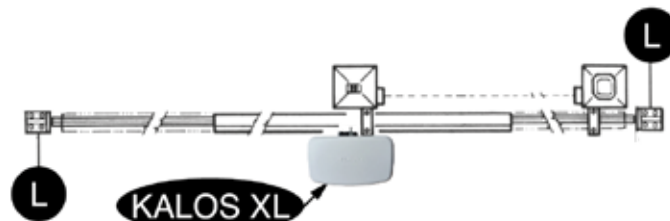

FIG. 2
- Oltre ai finecorsa presenti nell'unità, è necessario che a ciascuna delle due posizioni estreme della corsa sia presente un fermo meccanico fisso che arresti il cancello nel caso di malfunzionamento dei finecorsa. A tal fine il fermo meccanico deve essere dimensionato per sopportare la spinta statica del motore più l'energia cinetica del cancello (L) (Fig. 2).